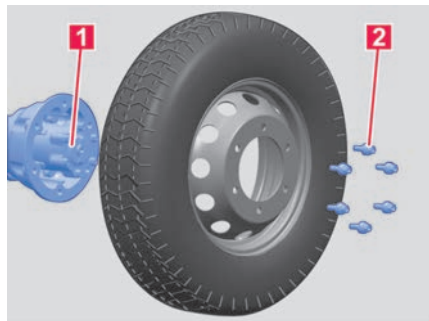

Abb. 224 Komplettnotrad an der Hinterachse montieren.
9. Komplettnotrad an die Hinterachse → **Abb. 224 1** ansetzen.
→ **Abb. 224 2** im Uhrzeigersinn einschrauben und mithilfe des Radschlüssels aus dem Bordwerkzeug leicht anziehen.